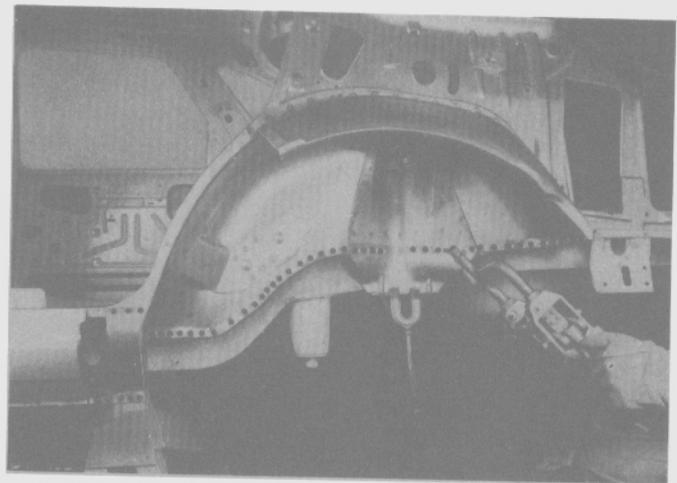

Fig. 247
- Soldar por puntos, el panel al panel del piso y al larguero/zócalo (Fig. 247).